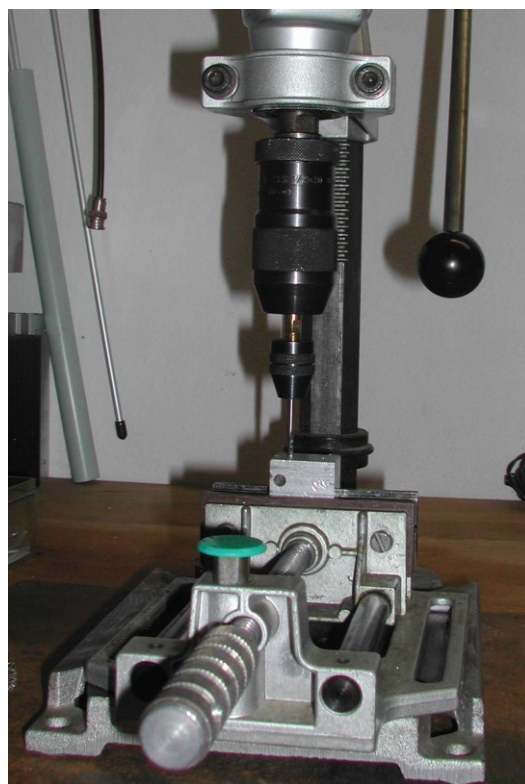

Abb. 3: Führung des kleinen Bohrfutters im Bohrkopf des Bohrständers
- Beim Schneiden von Hand ist der Gewindebohrer in der Senkrechten zu führen, beispielsweise auf dem Bohrständer in einem nicht ganz geschlossenen Bohrkopf. Den Gewindebohrer spannt man dazu in ein kleineres Dreibackenfutter ein (Abb. 3 und 4).